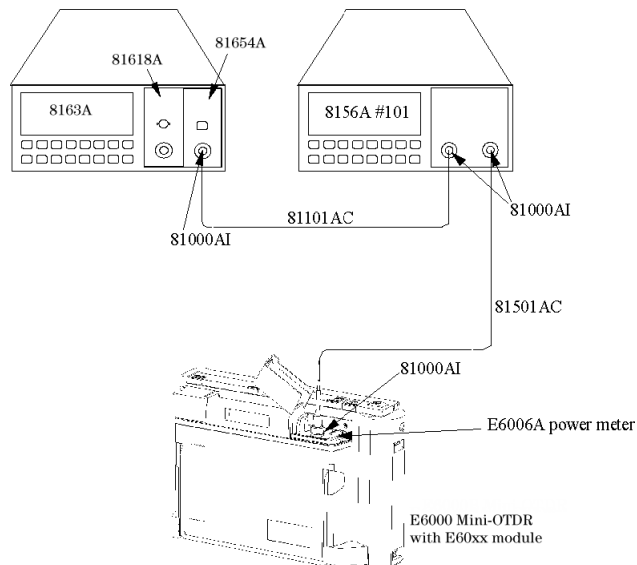

Figura 87 Impostazione del test a 1310 nm e 1550 nm: misurazione del DUT
- 9** Collegare il cavo di uscita dell'attenuatore al DUT, come illustrato nella Figura 87.
Collegamento dell'attenuatore al DUT	12 Collegare il cavo di uscita dell'attenuatore al DUT, come illustrato nella Figura 87.